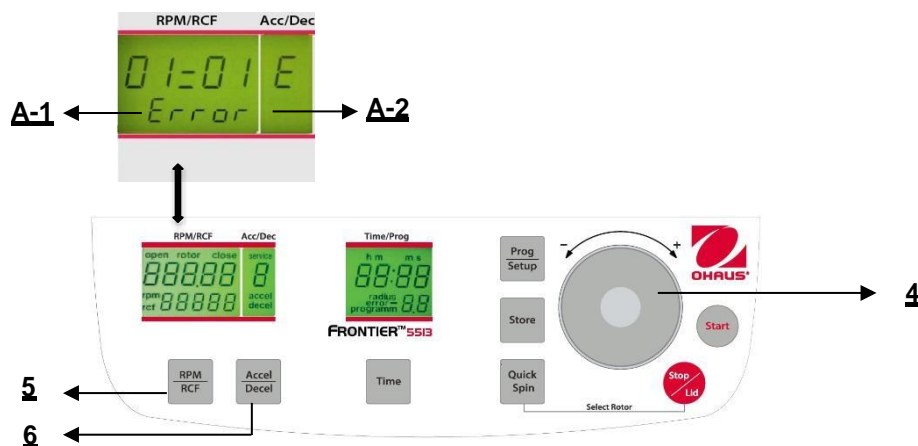

Abbildung. 31
Fahren Sie fort wie unter Punkt 4.1.2 beschrieben, um in den Programmmodus einzutreten und drücken Sie dann die Taste **"Accel/Decel"**(6). Auf der Anzeige blinkt **"Acc/Dec"** (A-2) das Wort **"Service"**. Wählen Sie nun den Buchstaben **"G"** mit Hilfe des Anpassungs Wählscheibe (4). Als Ergebnis erscheinen auf der Anzeige **"RPM/RCF"** (A-1) die Worte **"SonGo/Sound"**. **Nach dem Drücken der Taste "RPM/RCF"** (5) können Sie mit Hilfe des Anpassungs Wählscheibe (4) ein Lied auswählen. (Siehe Abbildung 31).